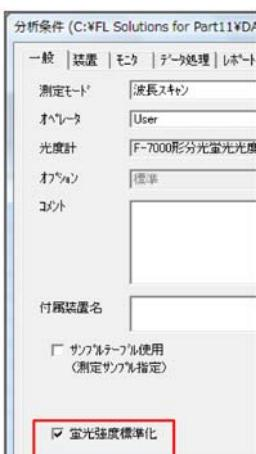

图 3 分析条件
- ② 点击标准样品检测按钮 ，如图 3 窗口显示；选择进行标准样品检测并点击 ；开始测试标准样品（本次为 QS）；